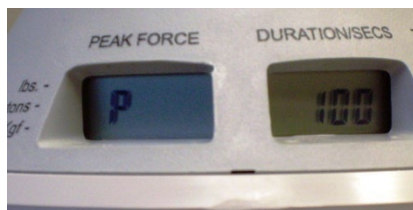

Figure 7 : Affichage du contrôle de la puissance
- Maintenez le bouton Threshold (Seuil) enfoncé pendant cinq secondes. Le dispositif affiche « P » dans la fenêtre Peak force (Force maximale) ainsi qu'un nombre compris entre 1 et 100 dans la fenêtre Duration (Durée). Le nombre figurant dans la fenêtre Duration (Durée) indique le niveau de charge de la batterie en pourcentage (voir figure 7).